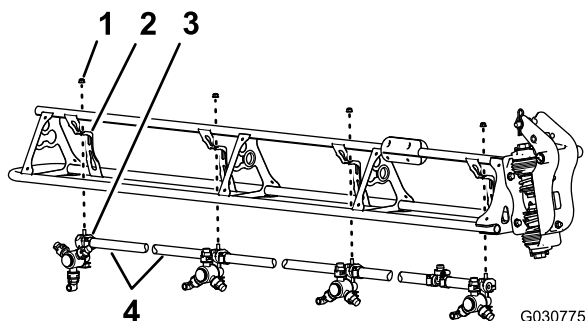

Figura 120
1. Corte o tubo entre os dois bicos do pulverizador (Figura 120).
2. Retire a porca de bloqueio flangeada (5/16 pol.) que prende o bico do pulverizador ao suporte do bico (Figura 120).